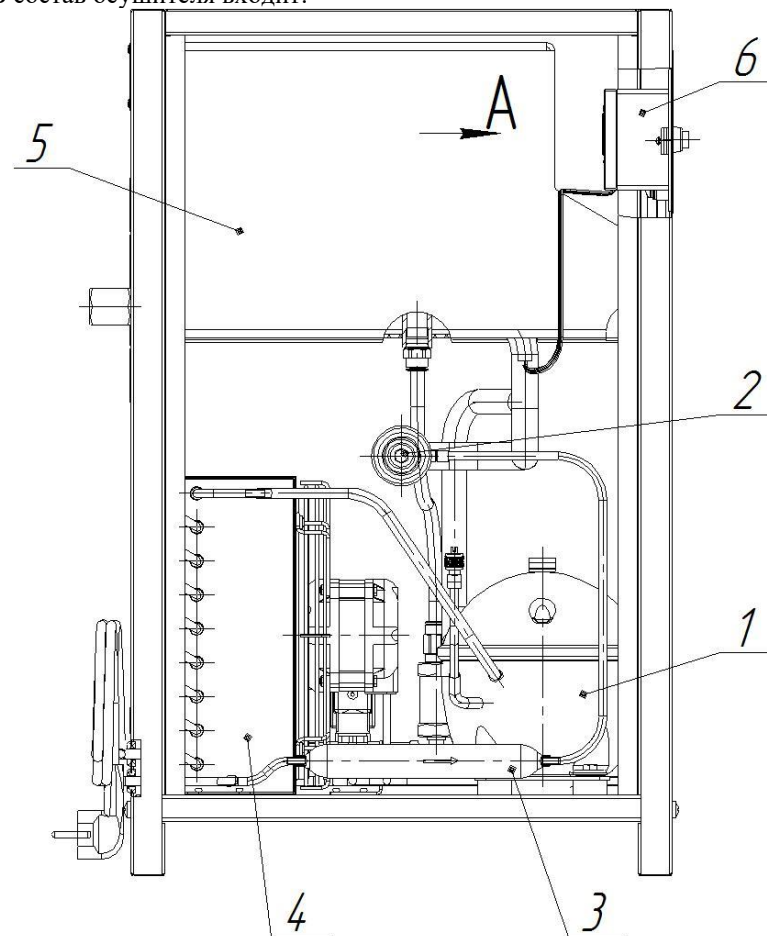
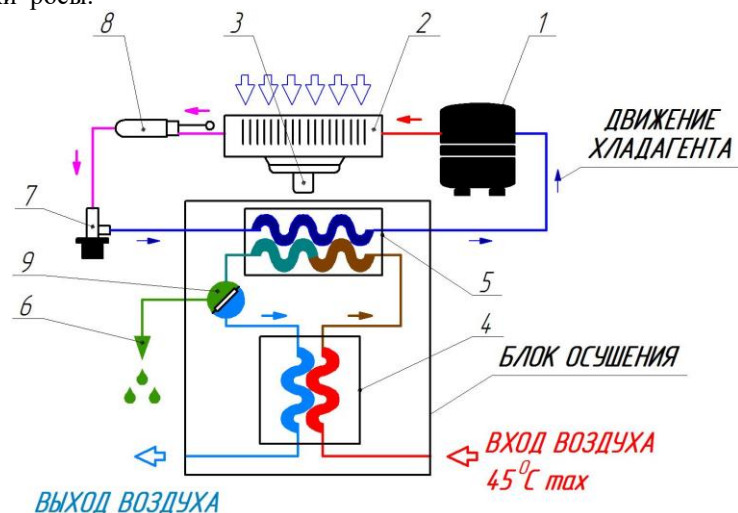

Рисунок 2 Основные узлы осушителя
Рисунок 3 Охлаждающий контур
4.2 Осушитель представляет собой конструкцию пластинчатого теплообменника, размещенного в блоке осушения 7 (рис.2). Поступающий сжатый воздух, охлаждается до температуры точки росы в две стадии. На первой стадии в контуре теплообменника «Воздух-воздух» 4 (рис.3) охлаждает горячий воздух. На второй стадии в контуре теплообменника «Воздух-фреон» 5 (рис. 3) понижает температуру сжатого воздуха до заранее заданной температуры точки росы.
На этой второй стадии, благодаря пониженной температуре, пары воды конденсируются и в последствии отделяются из воздуха. Полученный конденсат скапливается в сепараторе 9 (рис.3) и удаляется при помощи блока слива конденсата 6 (рис.3).
4.3 Компрессор 1 (рис. 2) обеспечивает циркуляцию хладагента по фреоновому контуру осушителя.
4.4 Конденсатор 2 (рис. 3) в сборе с вентилятором 3 (рис. 3) представляют собой теплообменник, в котором за счет охлаждения сжатого газообразного фреона происходит конденсация его паров.
4.5 Регулятор производительности 2 (рис. 2) предназначен для регулировки подачи хладагента для обеспечения требуемой температуры точки росы.